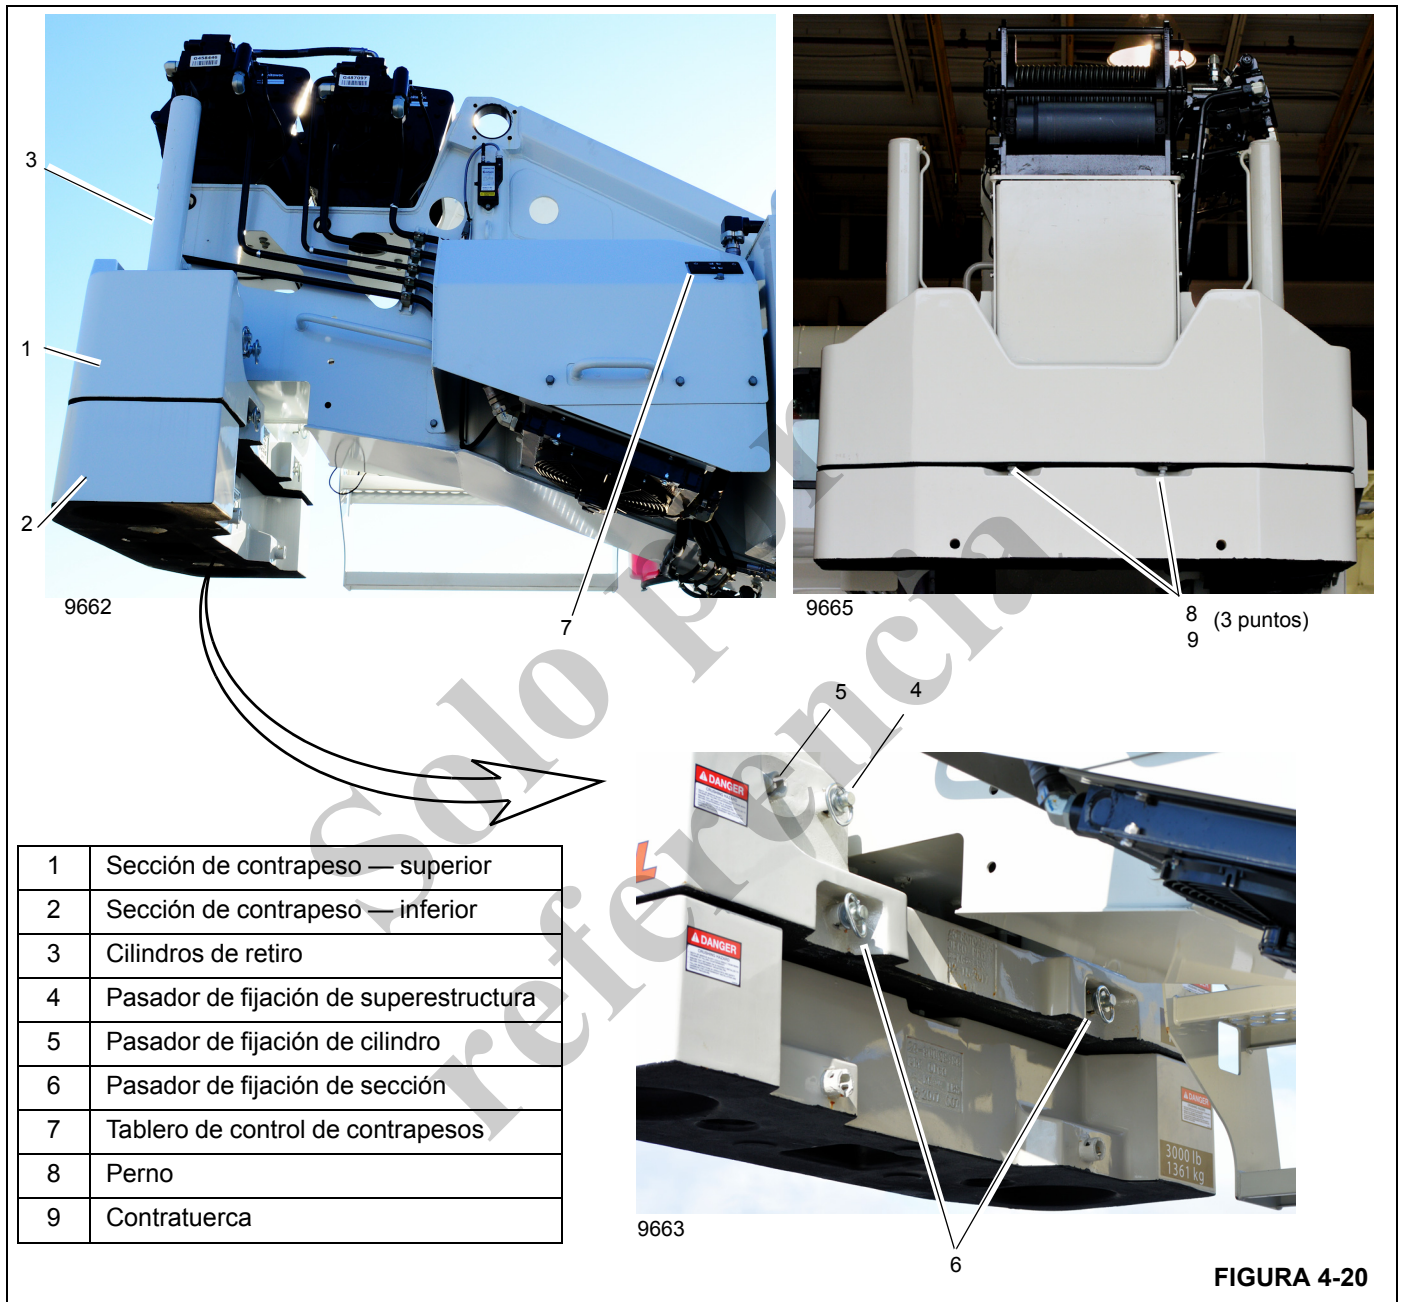

FIGURA 4-20
Consulte la Figura 4-20 para una ilustración de los componentes que conforman el contrapeso.
Use el siguiente procedimiento para instalar la sección de contrapeso superior de 3000 lb (1360.8 kg) (1, Figura 4-20) en una grúa NBT60L.
6. Retraiga los pasadores izquierdo y derecho (4, 5, Figura 4-20) del contrapeso, si es necesario.
9. Enganche el contrapeso a los cilindros utilizando los pasadores (5, Figura 4-20).
11. Fije el contrapeso retirable a los lados izquierdo y derecho de la superestructura utilizando los pasadores de enganche de la superestructura (4, Figura 4-20).
Use el siguiente procedimiento para almacenar la sección de contrapeso superior de 3000 lb (1360.8 kg) (1, Figura 4-20) en la NBT60L.
6. Si no lo ha hecho, instale los pasadores de enganche del cilindro izquierdo y derecho (5, Figura 4-20) para fijar el contrapeso a los cilindros.
- Quite los pasadores de la superestructura (4, Figura 4-20) que fijan el contrapeso a la superestructura.
- Quite los pasadores de enganche del cilindro (5, Figura 4-20) que fijan el contrapeso a los cilindros.
- Si es necesario, retraiga los pasadores izquierdo y derecho (5, Figura 4-20) del cilindro en el contrapeso superior.
Si la grúa está equipada con secciones de contrapeso superior e inferior (1, 2, Figura 4-20) y en los que se va a cargar la sección superior solamente, retire solamente los pasadores izquierdo y derecho (5, Figura 4-20) que mantienen unidas las secciones superior e inferior. No retire los pasadores que fijan los contrapesos inferiores a la plataforma del vehículo.
- 10. Conecte el contrapeso retirable a los cilindros utilizando los pasadores de fijación de sección (6, Figura 4-20).
6. Quite los pasadores de la superestructura (4, Figura 4-20) que fijan el contrapeso a la superestructura.
9. Quite los pasadores de enganche de sección (6, Figura 4-20) que fijan el contrapeso retirable al contrapeso superior.